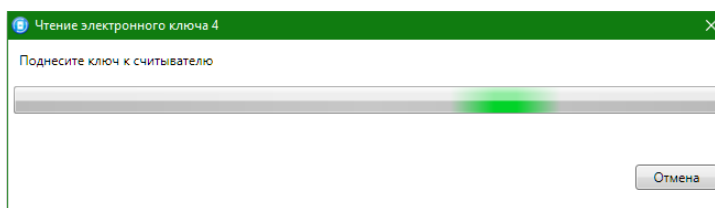

Рис. 4.6. Окно *Чтение электронного ключа*
4. Откроется окно *Чтение электронного ключа* (рис. 4.6).